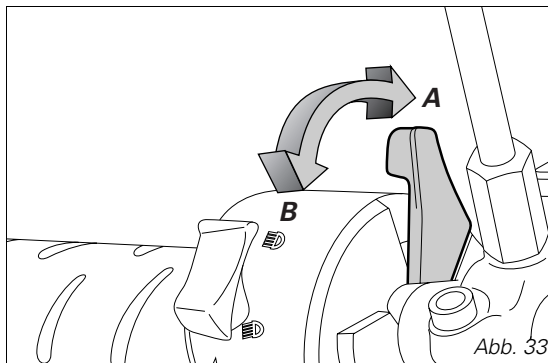

Abb. 33
2) Den Starterhebel in die Position (B, Abb. 33) bringen.